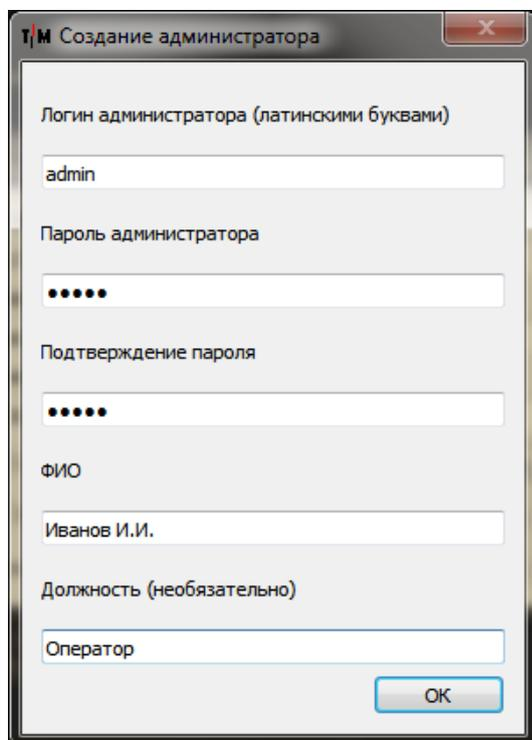

Рис. 8
5. В дальнейшем, при запуске ПО, достаточно будет выбрать сервер из списка (рис. 8).
После создания Базы Данных, появится окно создания пользователя с ролью Администратора самой программы PlatformsStation 2 (рис. 8). Заполните все поля и нажмите «OK».